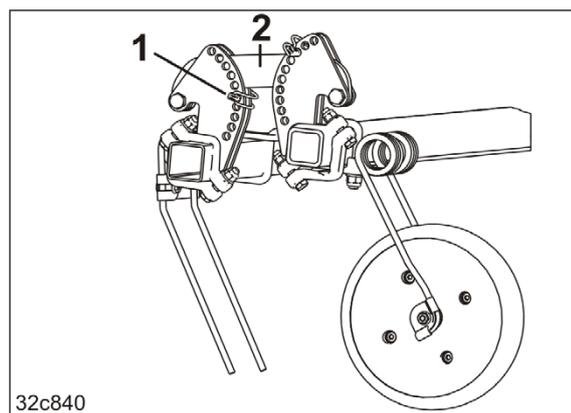

図 139
3. 土壌に対するタインのピッチは、チューブのリンチピンを次のように差し込むことで変更します (図 139/1)。
- ・ リンクの下 (図 139/2)
調整パーツでチューブのリンチピン (図 139/1) を差し込む位置が深くなるほど、ピッチは浅くなります。